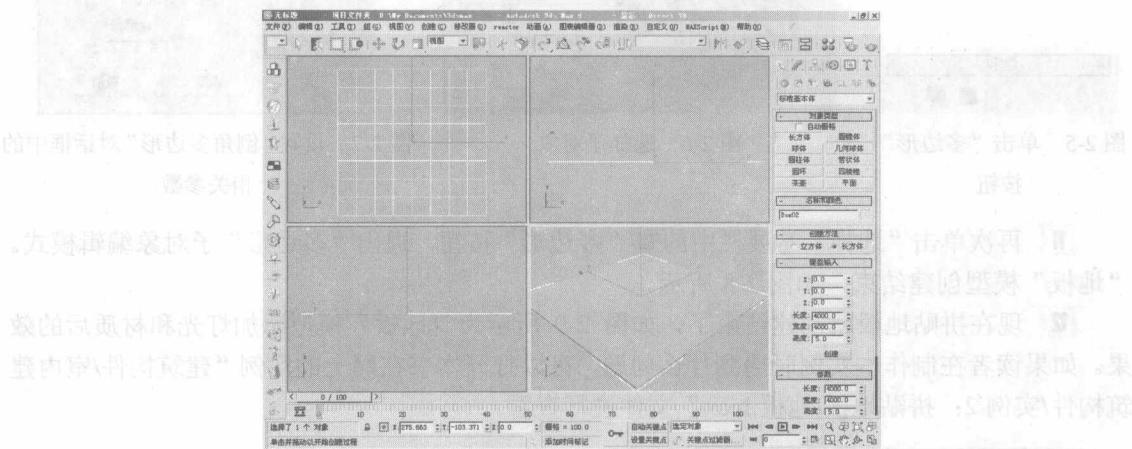

图 2-2 使用键盘输入的方法创建基础型
**4** 在“键盘输入”卷展栏中单击底部的“创建”按钮，这时以坐标原点为中心点将会产生一个“长度”、“宽度”和“高度”参数分别 4000、4000、5 的长方体对象——Box01，如图 2-2 所示。